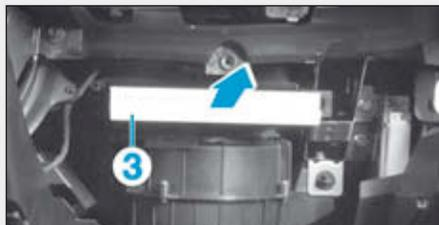

FIG.2
- Retirer le filtre à air habitacle (3) (Fig.2).